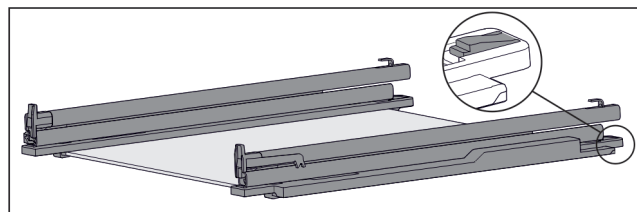

Fig. 149 Ripiano in vetro con guide e fermi
- ▶ Premere il fermo sul lato posteriore (vedere Fig. 149) e allo stesso tempo spingere la guida all'indietro.